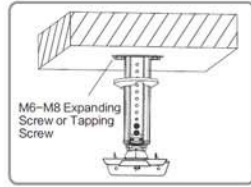

Figure 6
1. Fije la placa del techo al tubo principal con 4 tornillos, las arandelas y las arandelas curvadas. **Fije antes la tapa (3) en el tubo principal.** Fije el soporte en un techo real (no falso techo!). El techo tiene que poder soportar un mínimo de 40 kg! (Fig6) Use los tornillos para el techo u otros tornillos aptos para su techo.